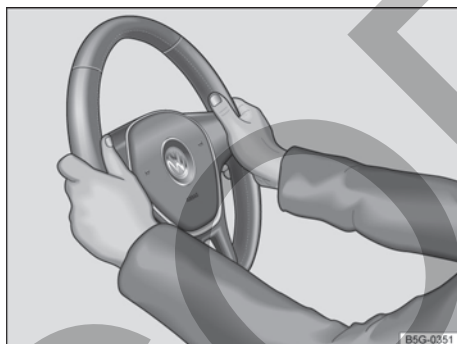

Fig. 67 En el volante: posición equivalente a las 9 y las 3 horas.
- Ajuste el volante de forma que pueda sujetarlo con ambas manos por los lados, por su parte exterior, en la posición equivalente a las 9 y las 3 horas → fig. 67 con los brazos ligeramente flexionados.
- Con el fin de reducir el peligro de sufrir lesiones en caso de que se dispare el airbag frontal del conductor, durante la conducción sujete siempre el volante por los lados, por su parte exterior, con las manos en la posición equivalente a las 9 y las 3 horas → fig. 67.